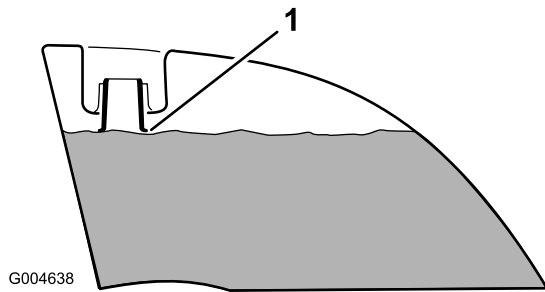

Figura 8
4. Añada combustible a ambos depósitos hasta que el nivel llegue al extremo inferior del cuello de llenado (Figura 8). **No llene demasiado los depósitos.**